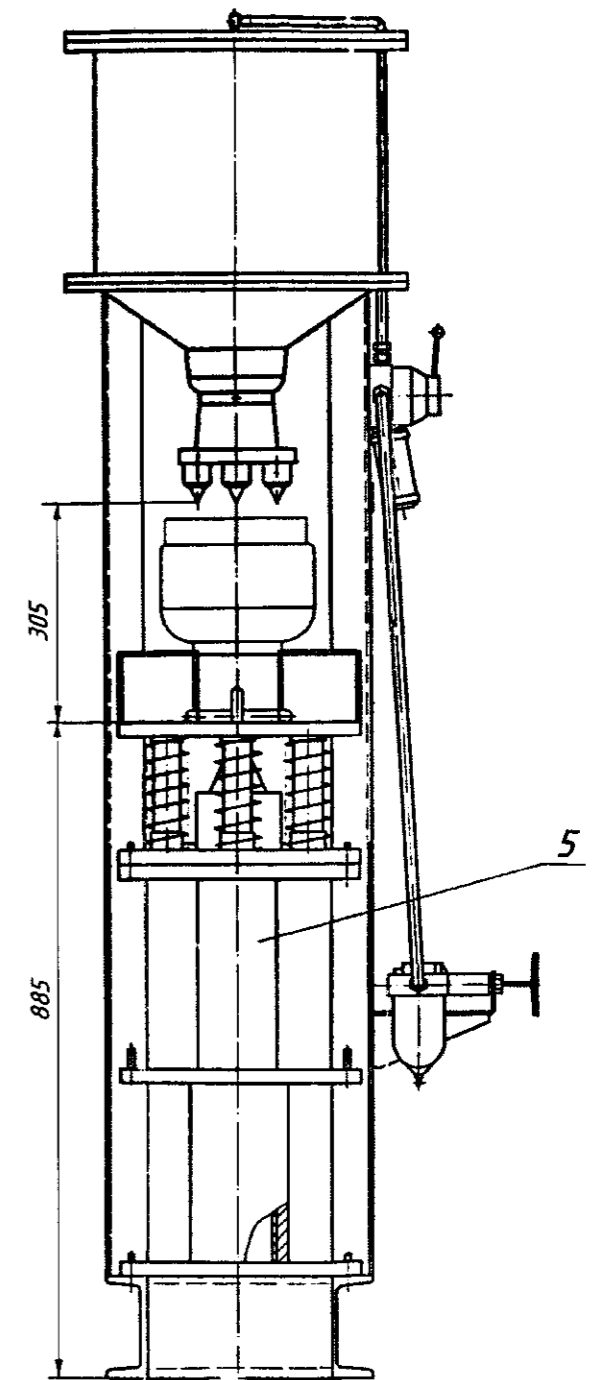

Рисунок 1 – Установка для подготовки списанных баллонов к утилизации
7.1 Установка (рисунок 1) представляет собой пневматический пресс, обеспечивающий получение отверстий в нижнем и верхнем днищах баллона и деформацию горловины баллона, что соответствует требованиям СТБ 2026-2010 и исключает случаи повторного использования баллонов.